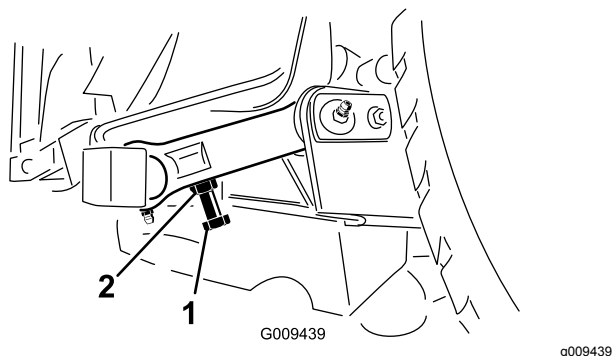

図 32
- 距離の調整が必要な場合は、カッティングユニットの後ピボットリンクについている調整ボルトを使用する 図 32。